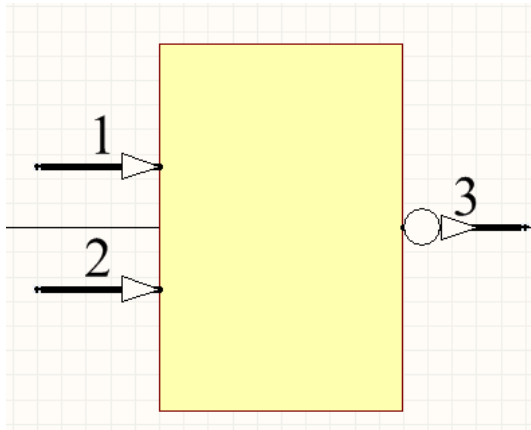
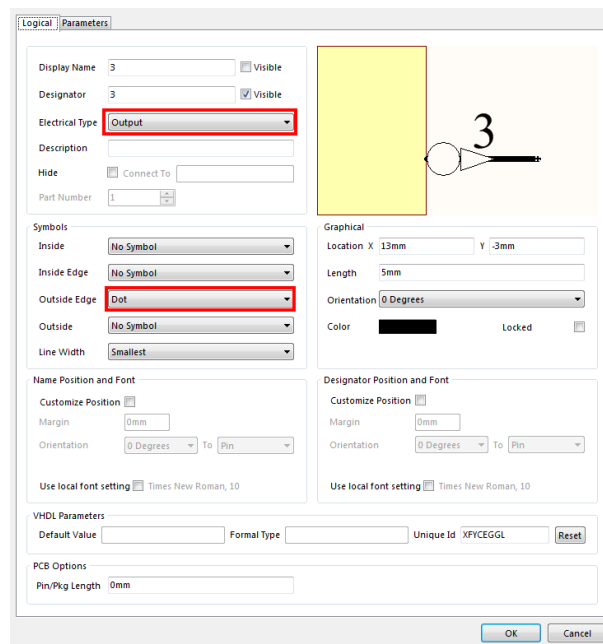

Рис. 2.17
Рис. 2.18
4) Додайте три контакти як зображено на Рис. 2.17. Контакти "1" і "2" є вхідними, а контакт "3" - інвертованим вихідним. Щоб позначити їх відповідним чином, у налаштуваннях контактів "1" і "2" у полі *Electrical Type* оберіть **Input**. Для контакту "3" у полі *Electrical Type* оберіть **Output**, а у полі *Outside Edge* оберіть **Dot**(Рис. 2.18). Оберіть розміщені контакти та натисніть [F11]. Приберіть відмітку навпроти **Show Name**, а навпроти **Show Designator**- залиште.